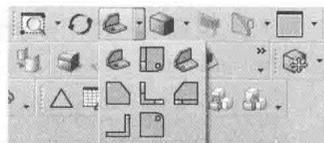

图 1-15 视图方向按钮
② 利用“视图”工具条中的按钮。如图 1-15 所示，“视图”工具条中的视图方向按钮显示为当前的视图方向。该按钮右侧有一个下拉按钮，单击该按钮，则弹出所有的视图方向按钮；单击某个按钮，即可改变视图方向。